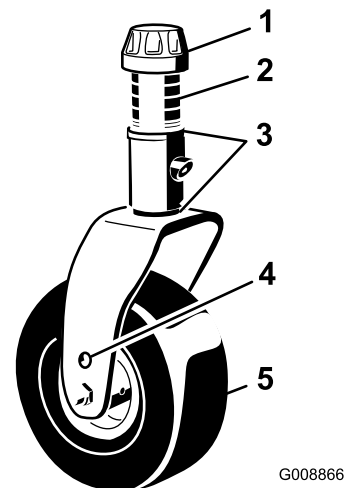

Figure 16
3. Enlevez le chapeau de tension de l'axe de pivot (Figure 16) et sortez l'axe du bras pivotant. Remplacez les 2 cales (3 mm) sur l'axe de pivot comme à l'origine. Elles sont requises pour que les plateaux de coupe soient parfaitement de niveau sur toute la largeur. Placez le nombre requis d'entretoises